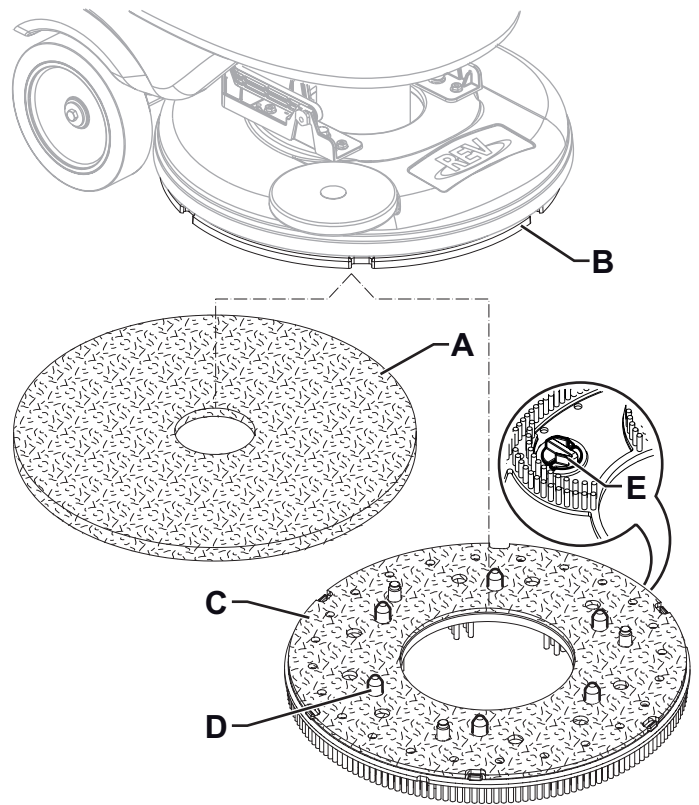

Рис. 3
1. Убедитесь, что дека REV (37) поднята.
2. Отключите машину, нажав кнопку (42) и вытащите ключ пользователя (51).
3. В зависимости от типа проводимой уборки установите пэд (А, рис. 3) или щетку (С, опция) и запомните следующее:
- Поместите щетку (С, опция) под декой, а затем совместите центрирующие штифты (D) с соответствующими отверстиями приводного диска (В) и закрепите щетку тремя монтажными винтами (Е).